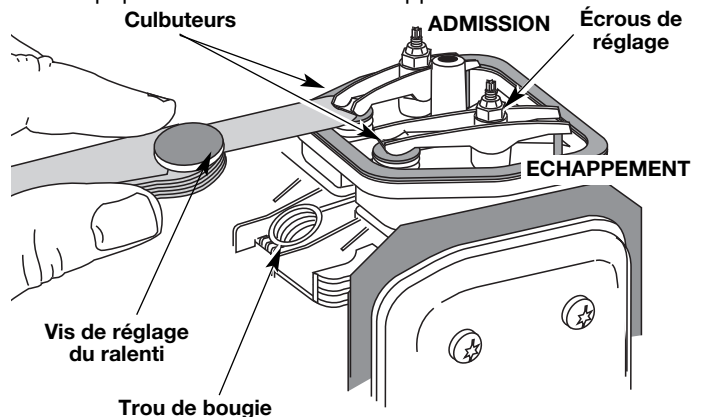

Fig. 40
- Le piston est au sommet de sa course lorsqu'on regarde par le trou de la bougie (Fig. 40)
7. Glissez la jauge d'épaisseur entre le culbuteur et le ressort de rappel de la soupape. Mesurez le jeu entre la tige de soupape et le culbuteur (Fig. 40). Faites-le pour les soupapes d'admission et d'échappement.
L'écart de jeu recommandé pour l'admission et l'échappement est de 0,076 – 0,152 mm (0,003 – 0,006 po). Servez-vous d'une jauge d'épaisseur d'automobile standard de 0,127 mm (0,005 po). La jauge d'épaisseur devrait pouvoir glisser entre le culbuteur et la tige de soupape en rencontrant une faible résistance mais sans coller (Fig. 40 et 41).
- a. Tournez l'écrou de réglage à l'aide d'une clé de 8 mm (5/16 po) ou d'un tournevis à embout hexagonal (Fig. 40).